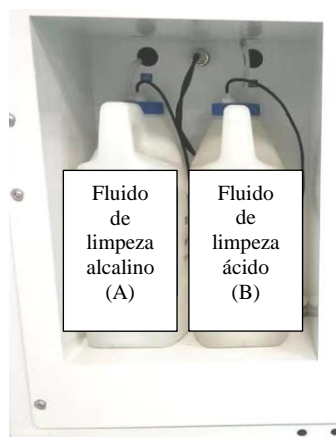

Figura 13-43 Tirar os barris
2. Tire os barris dos líquidos de limpeza ácido/alcalino, como mostrado na figura 13-43.